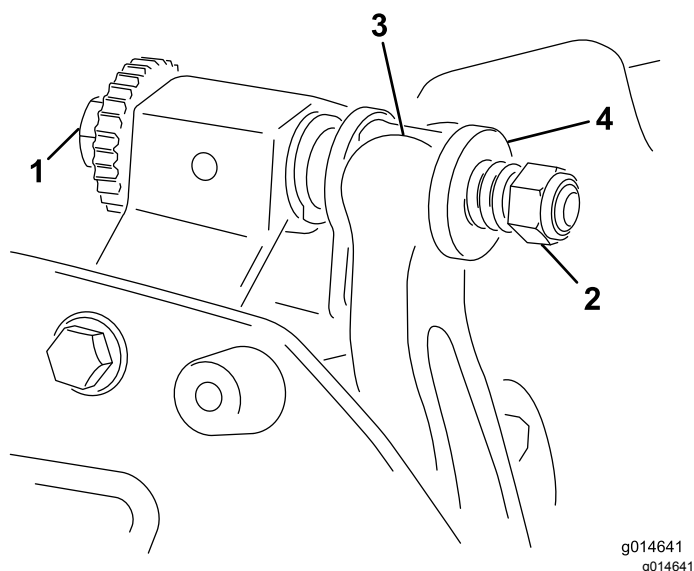

Bild 18
1. Drehen Sie die Einstellschraube des Untermesserträgers nach links, um den Abstand zwischen Untermesser und Spindel zu vergrößern (Bild 18).
2. Drehen Sie die Federspannungsmutter so weit hinaus, bis die Scheibe nicht mehr gegen den Untermesserträger angespannt ist (Bild 18).